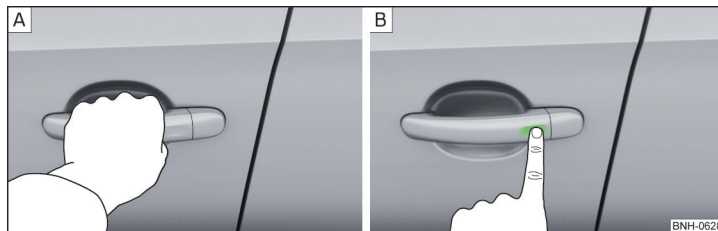

Fig. 44 Descuierea / încuierea autovehiculului
➤ Trageți de mânerul portierei, pentru a descuia autovehiculul » fig. 44 - .
► Pentru a **încuia** autovehiculul, atingeți cu degetul senzorul din mânerul portierei » fig. 44 - [\[B\]](#).